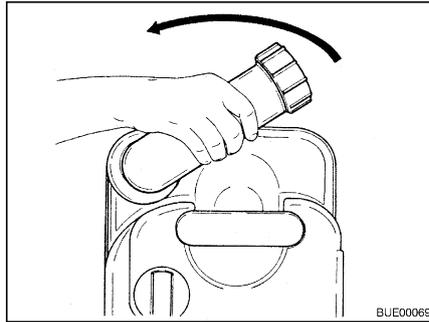

Fig. 270 Ruotare il bocchettone di scarico
- Ruotare il bocchettone di scarico verso l'alto (Fig. 270).